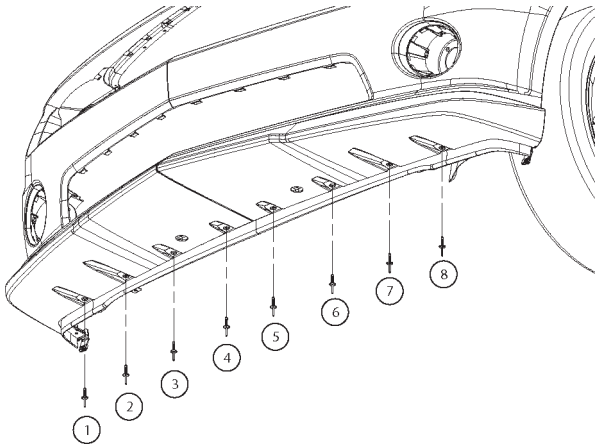

FIGURE 39
16. Fixer le revêtement au carénage à l'aide de huit rivets en plastique. Se reporter à la Figure 39.